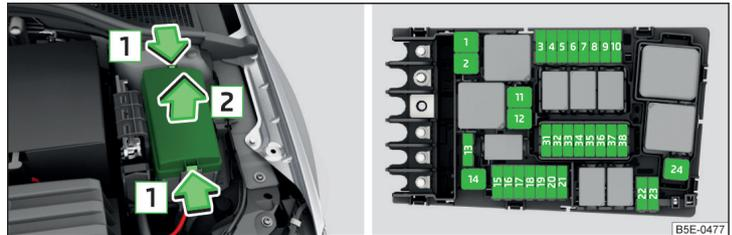

Abb. 217 Abdeckung des Sicherungskastens / Sicherungen
- Die Verriegelungstasten der Abdeckung gleichzeitig in Pfeilrichtung 1 zusammendrücken » Abb. 217.